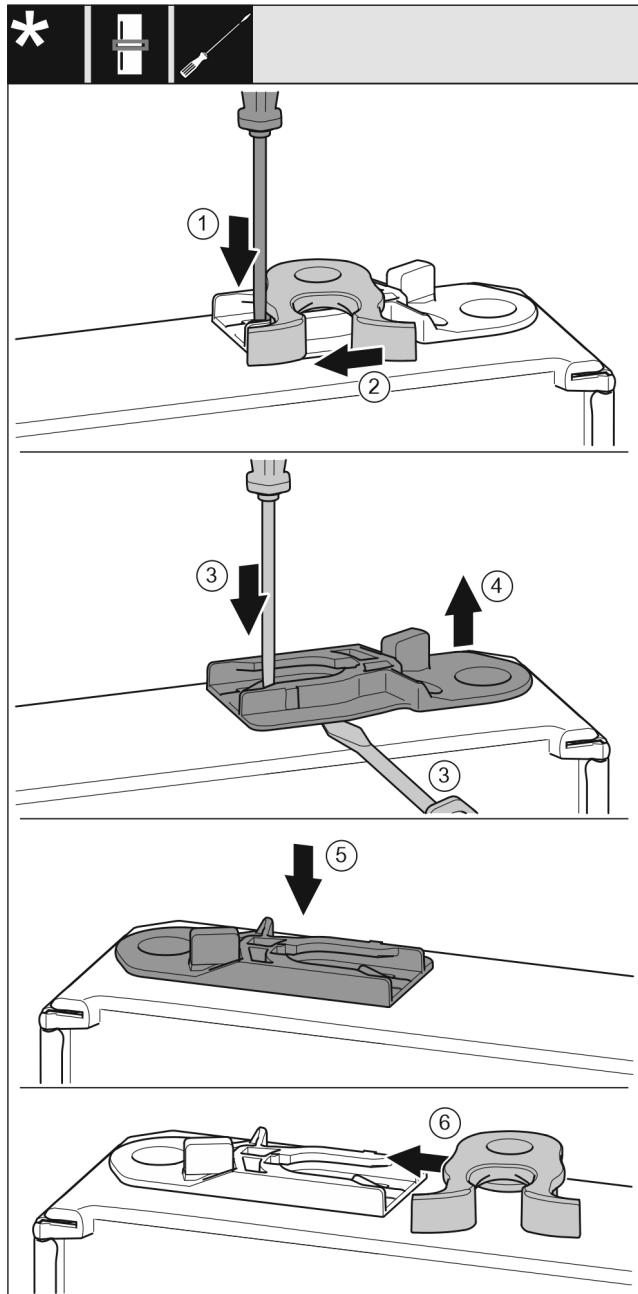

Fig. 19
- ▶ Apăsați în jos eclisa Fig. 19 (1) cu șurubelnița plată.
- ▶ Trageți cârligul de închidere Fig. 19 (2) din ghidaj.
- ▶ Scoateți bucșa de ghidaj Fig. 19 (3, 4): Apăsați eclisa cu șurubelnița plată și, concomitent, duceți-o cu șurubelnița plată sub bucșa de ghidaj.
- ▶ Împingeți bucșa de ghidaj Fig. 19 (5) atașată în pachetul de livrare pe altă parte a carcusei.
- ▶ Împingeți cârligul de închidere Fig. 19 (6) în ghidaj.